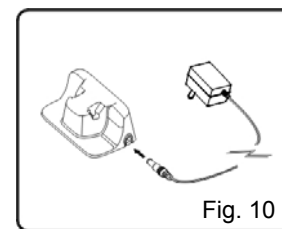
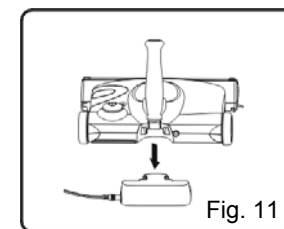

Fig. 10
Fig. 11
- 1b. Enchufar el conector de salida del adaptador/cargador en la base cargadora (Fig. 10). Enchufar el adaptador/cargador a un tomacorriente de 120VCA, 60 Hz en la pared. Usar sólo el adaptador/cargador Techworld AD-0920-UL con potencia de salida de 9 VCD, 200 mA, colocar la unidad en la base cargadora. (Fig. 11). Colocar la unidad en la base cargadora.